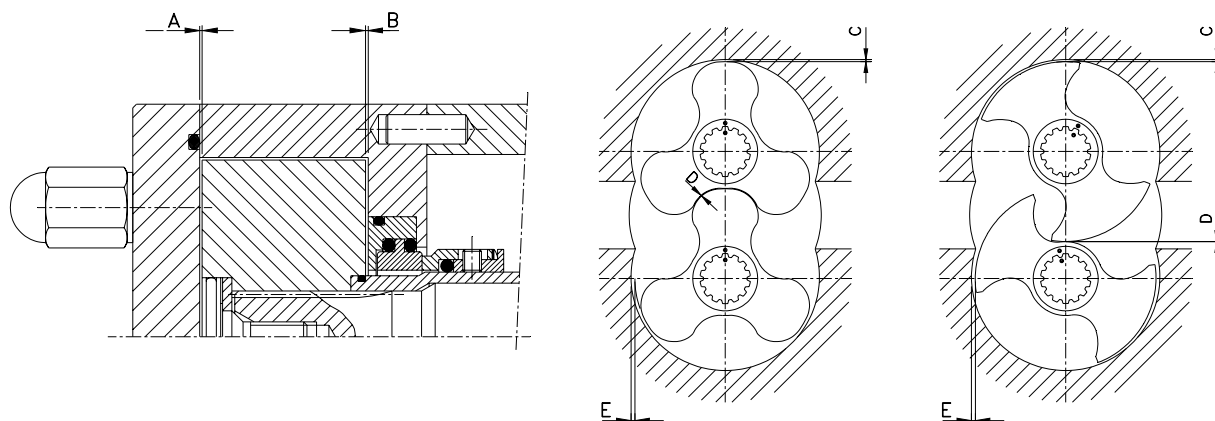

Figure 8.5
- Vérifier que les parties frontales des deux lobes sont alignées. Vérifier que les jeux frontal et postérieur entre lobes et entre lobe et corps sont similaires à ceux du tableau 8.3, figure 8.5.